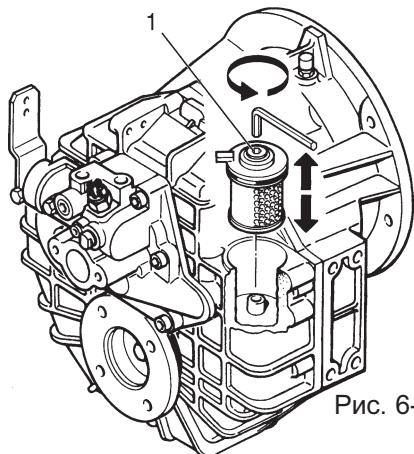

Рис. 6-4
При замене масла следует менять также масляный фильтр (см. рис. 6-4, 5, п. 1).
1. Поверните винт на крышке фильтра против часовой стрелки и выньте фильтр из корпуса (см. рис. 6-4). Используйте 6 мм торцевой ключ.